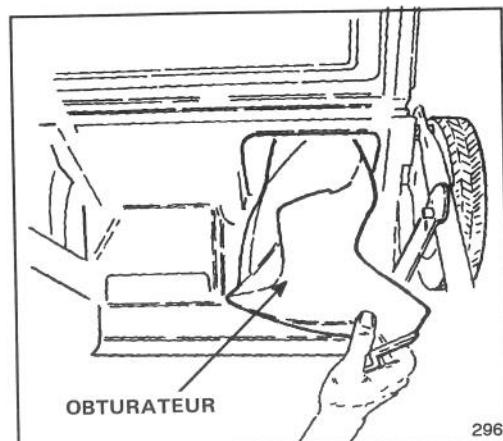

Figure 34
4. Kit d'obturateur pour paillage modèle N° 59172 – Se monte en quelques secondes dans le tunnel de décharge (Fig. 34). Permet d'obtenir un paillage tel que votre pelouse paraîtra ratissée sans avoir à ensacher les déchets ou les feuilles.